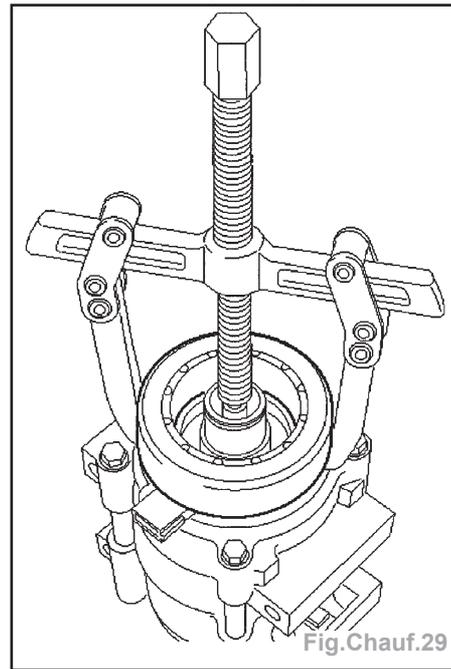

Fig.Chauf.29
- Déposer la bobine magnétique à l'aide d'un extracteur à deux griffes (Fig.Chauf.29).